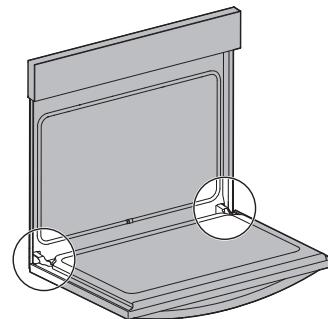

Figure 16: Emplacement de la charnière de la porte
1. Ouvrez complètement la porte du four, parallèlement au sol (Figure 16).
3. Ouvrez complètement la porte du four (parallèlement au sol (Figure 16).